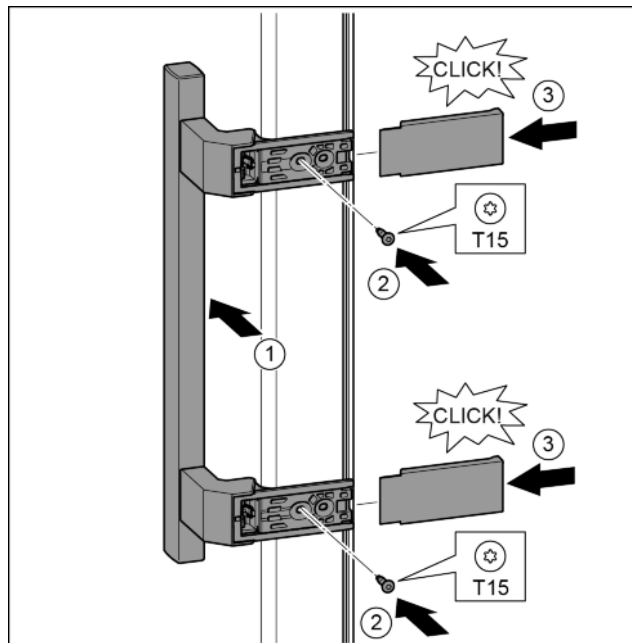

Fig. 19
- Nasad'te madlo na protilehlé straně. Fig. 19 (1)
- Šroubovákem T15 pevně utáhněte šrouby. Fig. 19 (2)
- Kryty bočně nasad'te a nasuňte. Fig. 19 (3)